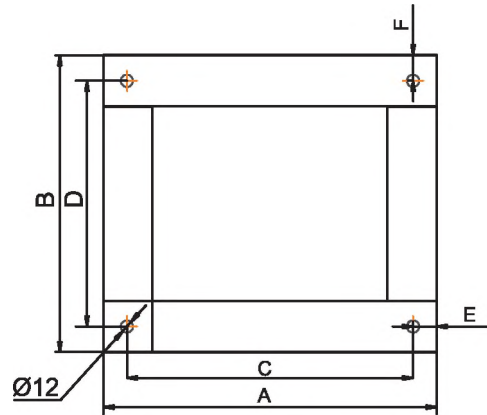

Рис.7.1.1
7.1 Установочные размеры шкафов КСМ представлены на рис. 7.1.1